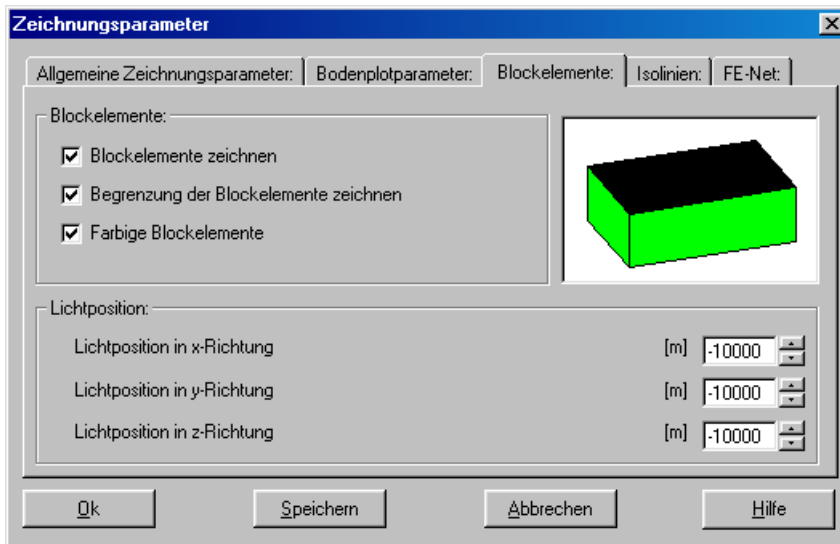

Bild 5-33 Optionsfeld "Zeichnungsparameter"
*ELPLA* kann die Blockelemente in dreidimensionaler Darstellung zeigen. Um Elemente mit wirklicher Abmessung in 3D-Darstellung zu zeichnen, wählen Sie den Befehl "Zeichnungsparameter" aus dem Menü "Optionen" des Programms *ELPLA-Graphik*. Das folgende Dialogfeld "Zeichnungsparameter" im Bild 5-33 erscheint. Im Tabulator "Blockelemente" aktivieren Sie die folgenden Kontrollkästchen: "Blockelemente zeichnen", "Begrenzung der Blockelemente zeichnen" und "Farbige Blockelemente", dann klicken Sie auf die Schaltfläche "OK".